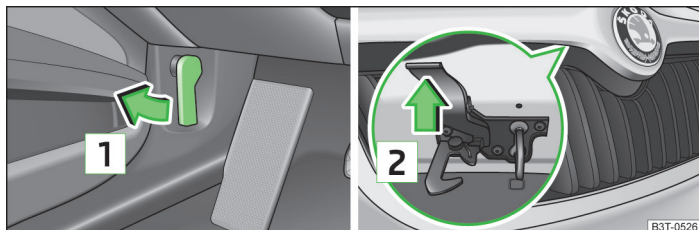

Fig. 151 Leva di sbloccaggio per cofano motore/griglia del radiatore: Leva di sbloccaggio
➤ Tirare in corrispondenza della leva di sbloccaggio sotto la plancia **1** » fig. 151.
- Premere la leva di sbloccaggio in direzione della freccia **2** » fig. 151, il cofano motore si sbloccherà.